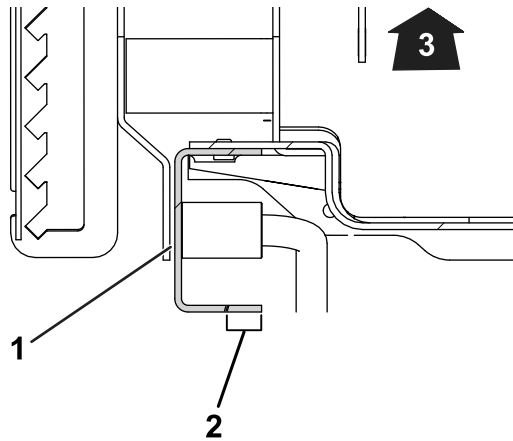

Figura 2
- A. Mida 19 mm desde el interior del larguero del bastidor y haga una marca (Figura 2).